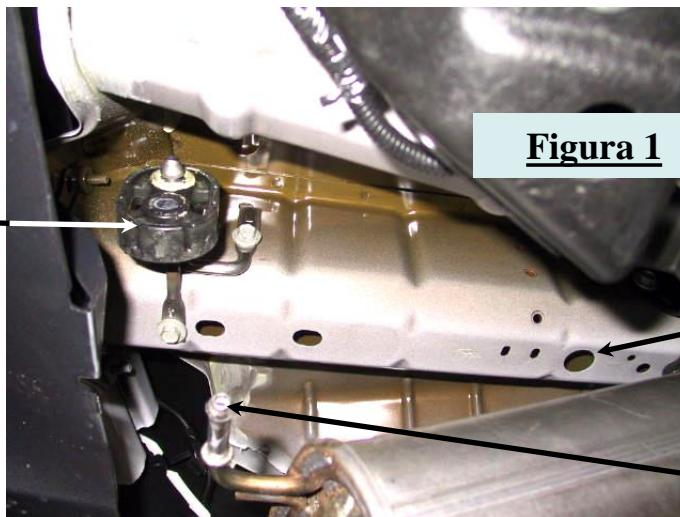
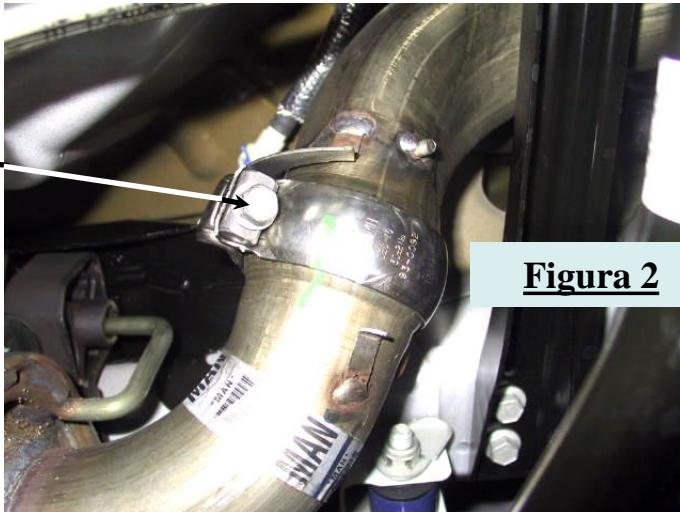

Figura 1
Figura 2
1. Baje el escape del vehículo al retirar las espigas de metal del silenciador que se encuentran en los ganchos de escape de goma en la parte de atrás del vehículo, ver **Figura 1**, siguiente página. También afloje los pernos de correa que sostienen el escape en frente del silenciador en ambos lados. Rote los silenciadores hacia abajo de manera que tenga acceso a los orificios redondos en la base del bastidor para insertar los pernos en su lugar. Ver **Figura 2** siguiente página.